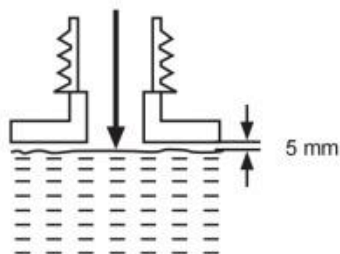

Fig. 17
- 3) Nie przepelniaj i zostaw ok. 5 mm wolnej przestrzeni od dolnej krawędzi, aby pozwolić aby środek smarny rozszerzył się (rys. 17).